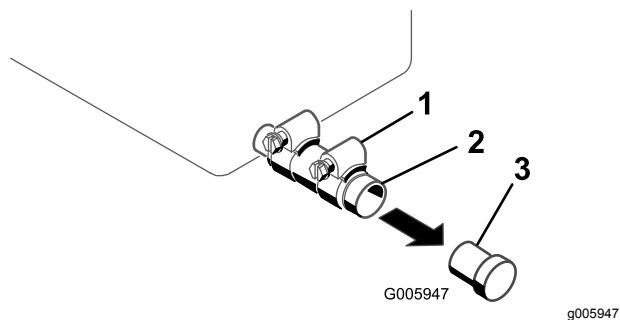

図 30
4. 排出口の下に廃油受けを置く **図 30**。
5. クランプをゆるめ、プラグを外す **図 30**。